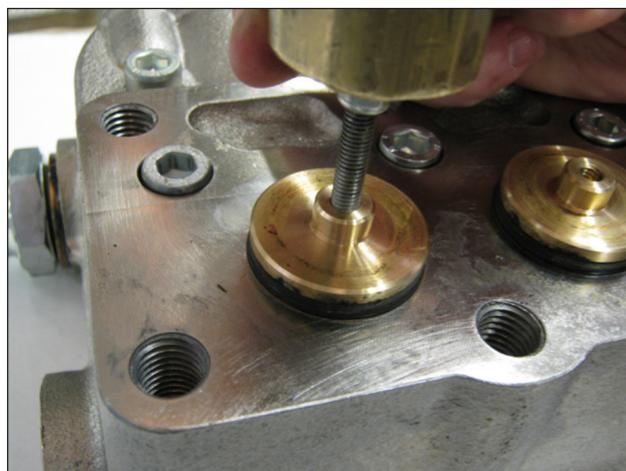

Fig. 17
- Los tapones de las válvulas de aspiración y envío de las bombas KT24-26-28-30-32 - KTR-28-32 - WK155-WK6 (Fig. 17);